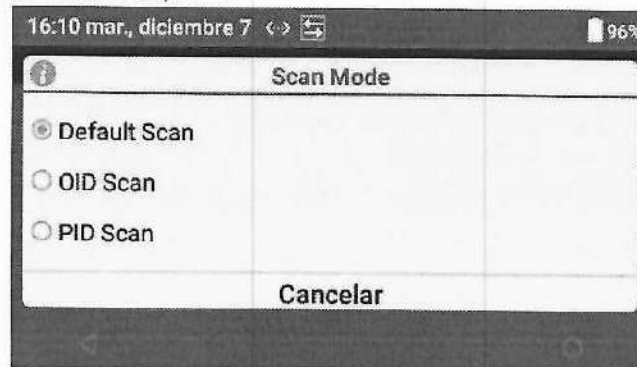

Figura 40: Scan Mode (Modo de Escaneo)
- 4 En el cuadro de diálogo **Scan Mode** (Modo de Escaneo) (Figura 40), seleccione la opción apropiada: